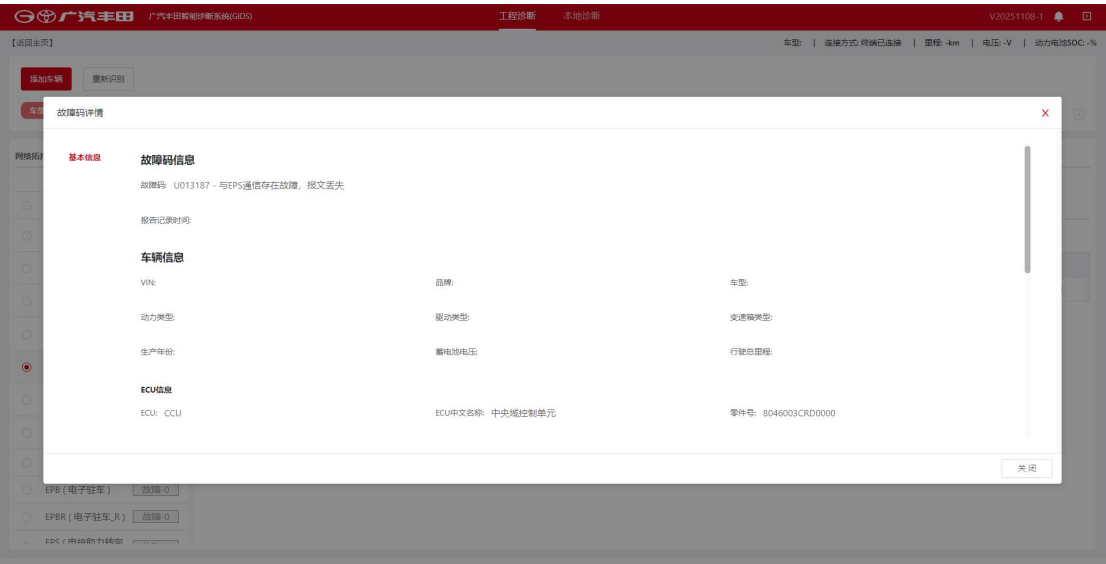

Рис. 5-4 Сведения о неисправности — основная информация
2. Нажмите «Сведения о неисправности», чтобы просмотреть данные стоп-кадра и шаги устранения по данному коду, как показано на Рис. 5-4 Сведения о неисправности — основная информация, поддерживается экспорт, как показано на Рис. 5-4 Сведения о неисправности — основная информация.